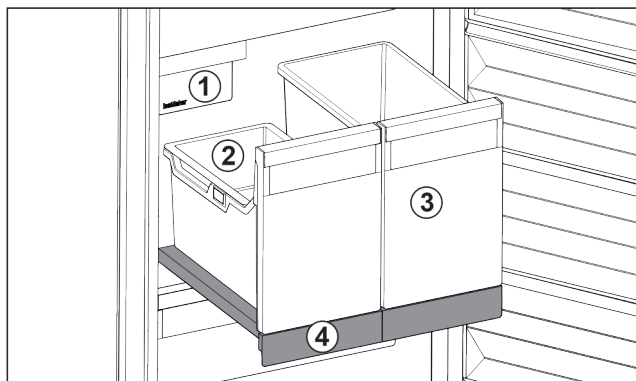

Fig. 116 Kihúzható rács IceTower egységgel
A kihúzható rácson két magas tároló van kialakítva (IceTower). A tárolóban Fig. 116 (2) gyűlnek össze és tárolhatók az IceMaker által készített jégkockák. A tároló Fig. 116 (3) magas élelmiszerek tárolására alkalmas, például pizza vagy az alkoholos ital tehető bele.